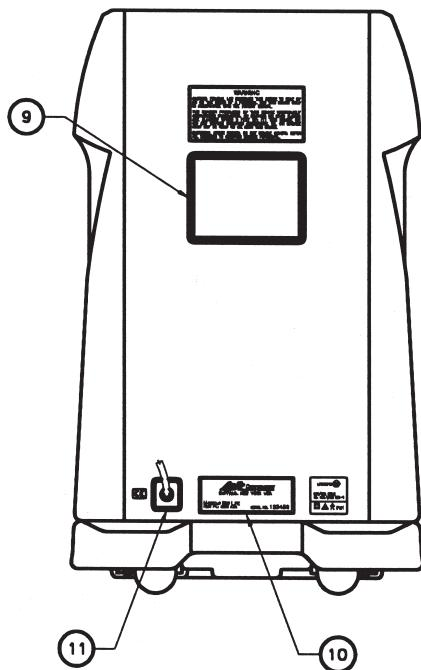

Fig. I.2
I. 2. Rear panel (Fig. I. 2) .....	2-GB
### I. 2. Rear panel (Fig. I. 2)